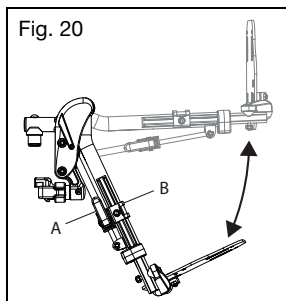

Fig. 20
- a. Para elevar el apoyapiernas elevable profesional, alce su tubo (Fig. 20:A) al ángulo de elevación deseado.
- b. Para bajar el apoyapiernas elevable profesional, mantenga presionado el bloqueo de la palanca (Fig. 20:B) mientras empuja el tubo del apoyapiernas (Fig. 20:A) hacia abajo.